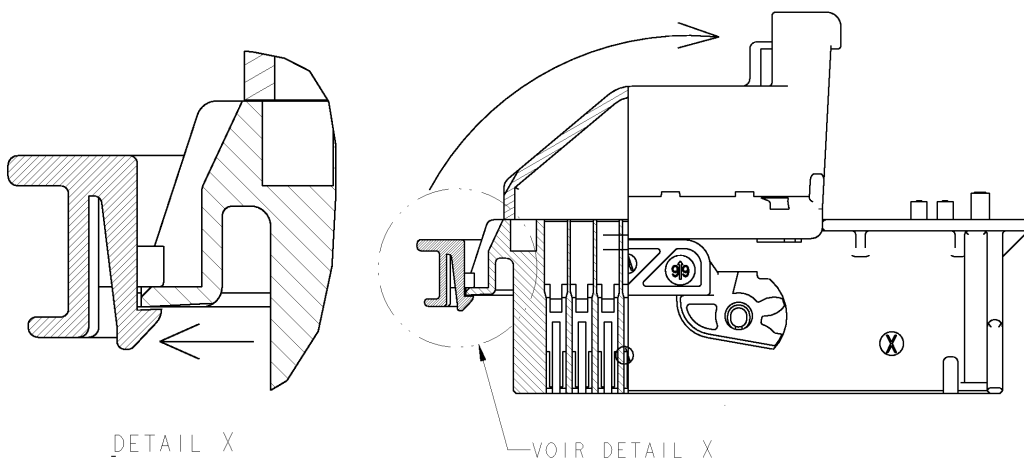

Figure 18
- Appuyer sur la patte élastique du levier (voir figure 18).
1. Appuyer sur la patte élastique du levier (voir figure 18)